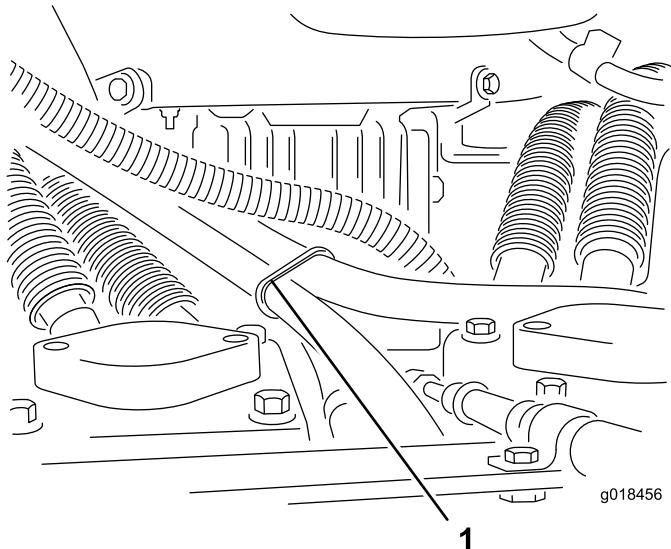
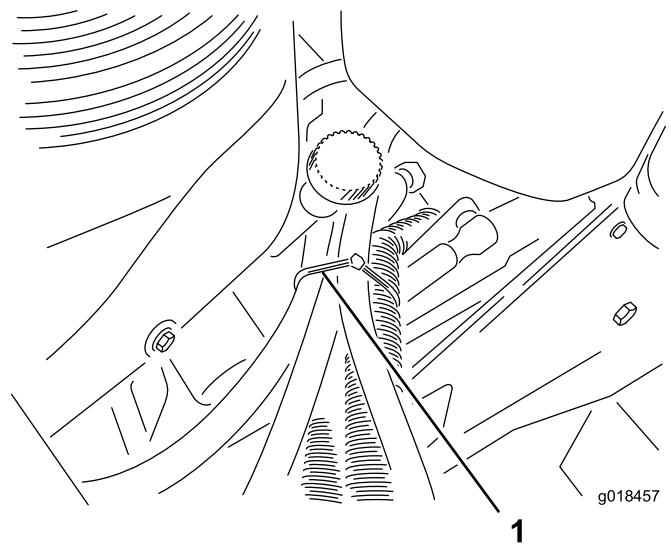

Figure 21
Figure 22
5. Attachez les flexibles avec 2 serre-câbles (Figure 21 et Figure 22).